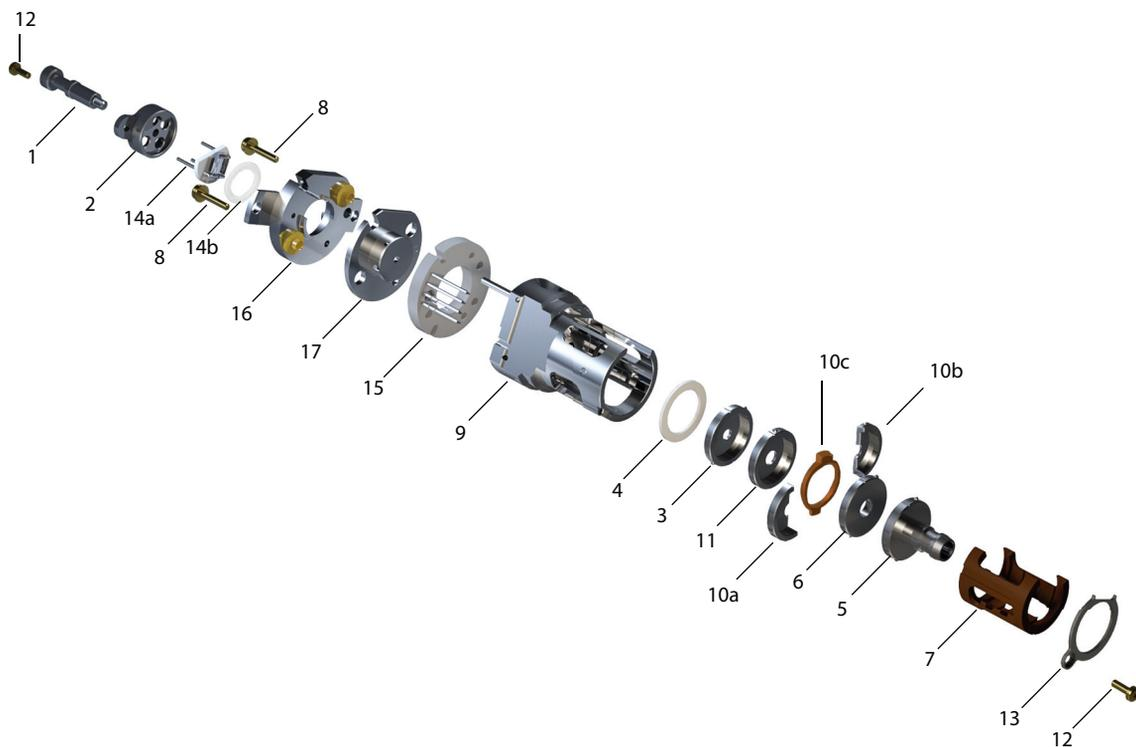

Figura 64. Montaje de la fuente EI HES 2.0
Consulte el plano de despiece y la lista de piezas de la fuente EI HES 2.0 a la hora de llevar a cabo este procedimiento. (Consulte la Figura 64 en la página 217 y la Tabla 21 en la página 217).
- 3 Inserte el tubo de lentes cubierta por el aislante en el cuerpo de la fuente. (Consulte la Figura 64 en la página 217). Los números grabados están orientados hacia la apertura completa que se extiende hasta el extremo del cuerpo de la fuente. Compruebe que la cerámica está nivelada al extremo del cuerpo de la fuente.
- 9 Enrosque la sujeción manual al bloque de filamentos. (Consulte la **Figura 64** y la **Tabla 21** en la página 217).
Tabla 21 Lista de piezas de la fuente EI HES 2.0 (Figura 64)
Tabla 21 Lista de piezas de la fuente EI HES 2.0 (Figura 64) (continuación)